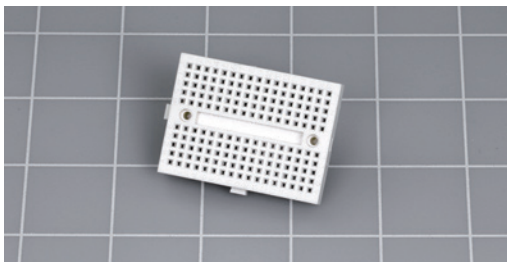

图 2-9 迷你面包板对于本书中的许多实验来说不够大
**面包板选项 1：迷你面包板**，如图 2-9 所示。它的卖点通常是“适合 Arduino”，对我们的目的而言，它的孔数不够，所以不要买这种面包板。